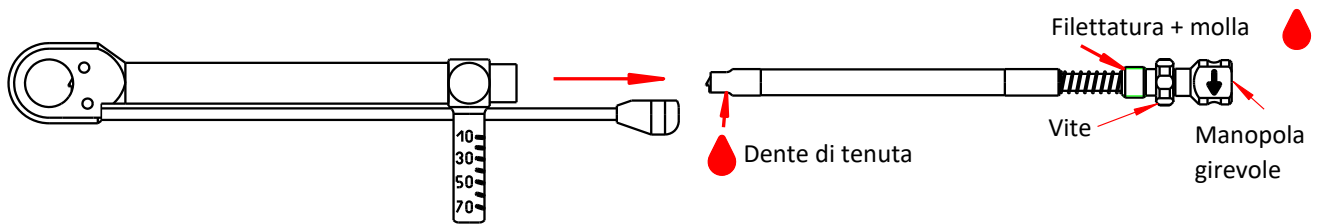

Figura 1
Prima della pulizia (indipendentemente dal tipo di pulizia scelto), disassemblare i vari componenti della chiave a cricchetto dinamometrica con impugnatura snodata. Lo smontaggio non richiede l'impiego di utensili. Basta svitare completamente la vite ed estrarla. (Vedere la **Figura 1**)
- ◆ - lubrificare leggermente i punti contrassegnati (vedere la **Figura 1**) con olio lubrificante idoneo.